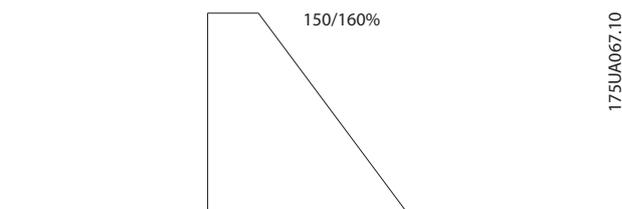

Ilustración 6.2 Cargas horizontales
- Resistencias de freno para cargas horizontales (cintas transportadoras, carretillas, grúas de pórtico). Consulte la *Ilustración 6.2*.